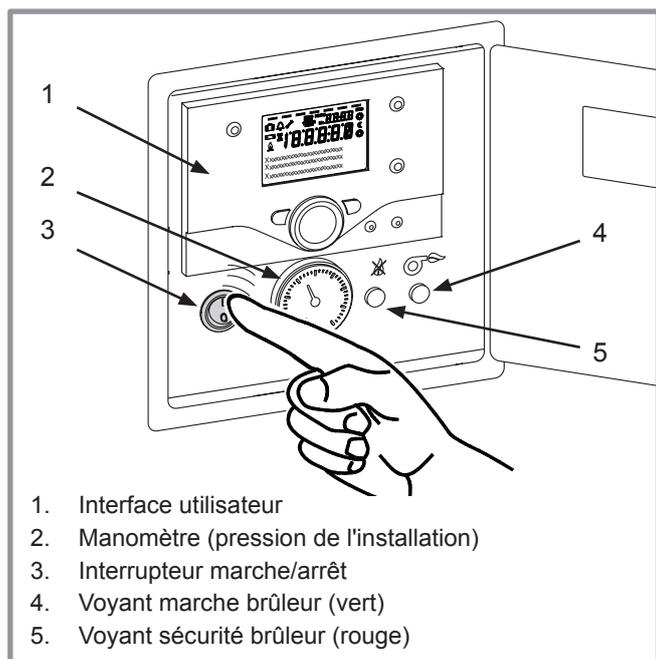

Figure 5 - Mise en marche
- S'assurer que l'installation est bien remplie d'eau et correctement purgée et que la pression au manomètre (rep. 2, fig. 5) est suffisante (1,5 à 2 bar).